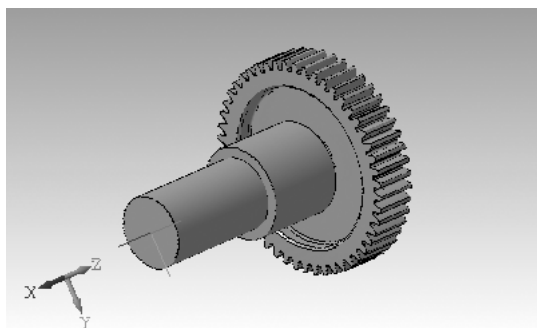

Рис. 3.96. Возможное состояние создаваемой трехмерной модели после ее поворота
- нажмите левую кнопку мыши и, не отпуская ее, перемещайте указатель мыши так, что стала видна нужная нам грань торца первой ступени. Возможное состояние первой цилиндрической ступени после поворота показано на рис. 3.96;